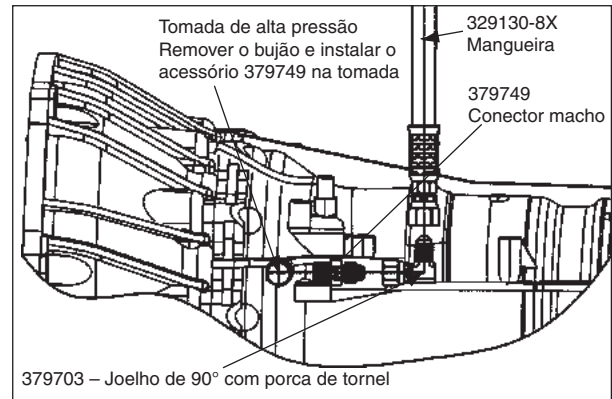

Fig. 3
6. Antes de montar a tomada de força, remover o bujão da tomada de alta pressão no lado esquerdo (lado do condutor da caixa de velocidades) e instalar o adaptador macho ref.^a 379749 na tomada. Instalar também a porca de tornel de 90° (ref.^a 379703) no conector macho (ref.^a 379749) (ver a **Fig. 3**).